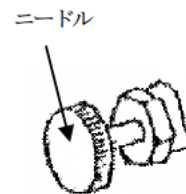
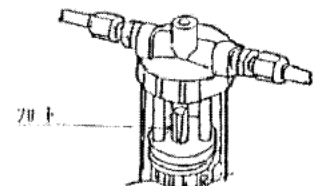

図2
図3
- (3) ニードルバルブを時計方向に停止するまで回した後、反時計方向に2回転戻して下さい。（図2）
- (4) 圧縮空気の供給側を開いて下さい。
- (5) フローモニター付MCフィルタのフロートが上部ストッパーに当たり静止するまでコンパクトレギュレータの調整ノブをゆっくりHIGH側（時計方向）に回し、ロックリングを奥側に移動させ調整ノブを固定して下さい。
- (6) フローモニター付MCフィルタのフロートが上部ストッパーに当たり1~2mm上下運動するまで、ニードルバルブを時計方向にゆっくり回して下さい。（図3）